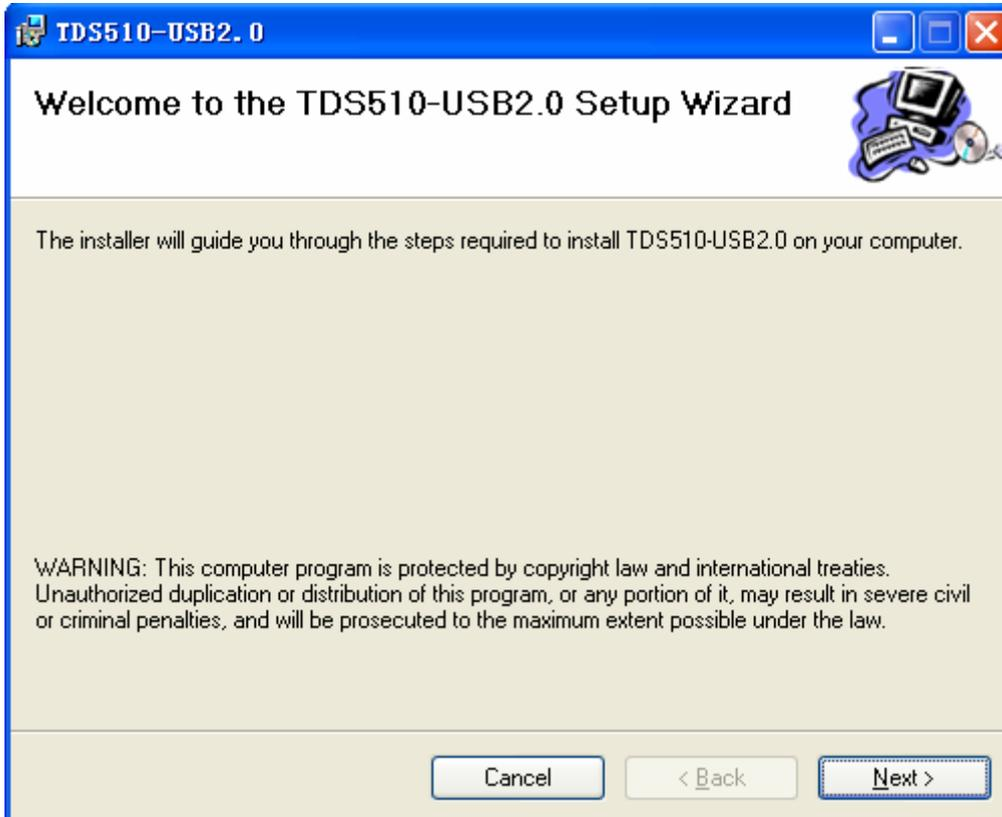

图 8
1. 安装LT-XDS510-USB2.0 JTAG Emulator支持软件，运行CCS\_driver目录下的Setup进行安装，如图8所示。